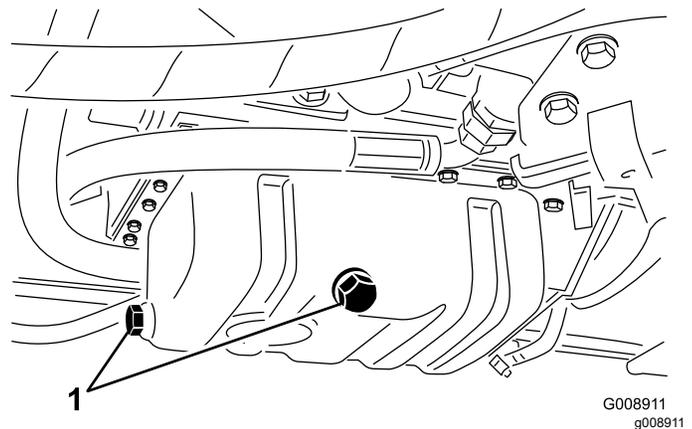

图 74
3. 拆下任一排油塞图 74 让油流入放油盘当油停止流动时安装排油塞。